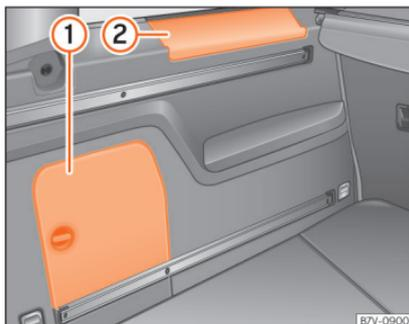

Abb. 191 Im Gepäckraum: seitliches Ablagefach
Seitlich im Gepäckraum befinden sich weitere Ablagefächer » **Abb. 191** ① und ②. Zum